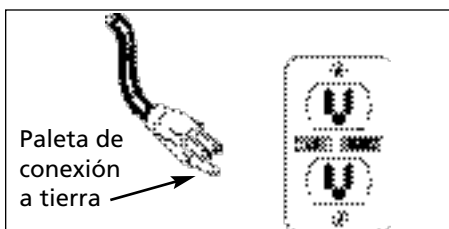

Figura 2 - Conexión a tierra
- Esta bomba es sólo para usar con 120 voltios (monofásico) y está equipada con un cable de 3 conductores y un enchufe de conexión a tierra de 3 clavijas aprobados, como se muestra en la Figura 2.
Para reducir el riesgo de choque eléctrico, el motor debe asegurarse y conectarse a tierra adecuadamente. Esto se puede lograr conectando el enchufe directamente a un tomacorriente de conexión a tierra para 3 clavijas correctamente instalado y conectado a tierra (vea la Figura 2).